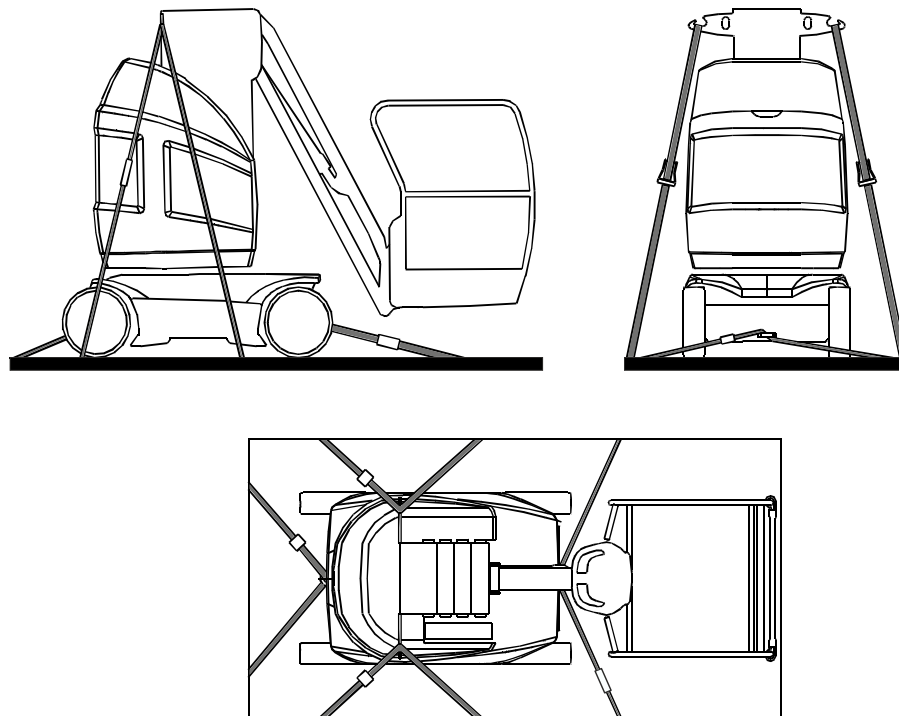

Рис. 3-21. Крепление машины - 10E/26E
- Машина должна быть привязана к платформе грузового автомобиля или прицепа, как показано на Рис. 3-20. (8E/20E) или Рис. 3-21. (10E/26E)